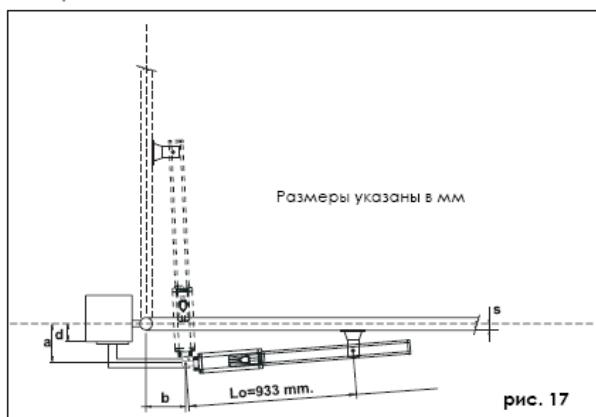

рис. 17
9.1. УСТАНОВКА ПРИВОДОВ С ВНУТРЕННЕЙ СТОРОНЫ ОТКРЫВАЮЩИХСЯ НАРУЖУ ВОРОТ (рис. 17)